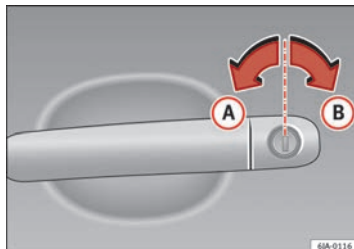

Fig. 45 Posizioni della chiave durante il bloccaggio e lo sbloccaggio del veicolo
- Girare la chiave inserita nella serratura del lato conducente nel senso di marcia, fino a raggiungere la posizione di apertura **(A)** ⇒ fig. 45.
— Girare la chiave inserita nella serratura del lato conducente nel senso inverso a quello di marcia, fino a raggiungere la posizione di chiusura **B** ⇒ **fig. 45.**